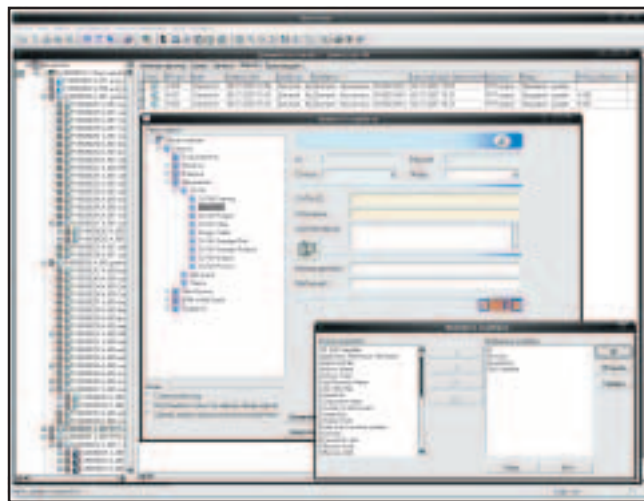

Рис. 4
1. Разнообразные критерии и механизмы поиска нужного объекта: по атрибутам, по связям, по типу файла, по контексту, комбинированный сценарий поиска и многое другое. На рис. 4 приведен пример окна поиска по сохраненному комбинированному сценарию.